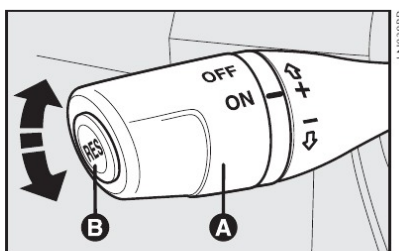

fig. 67
## COMANDOS - fig. 67
O piloto automático é comandado pela alavanca **A**-fig. 67.
- 1) Apertando o pedal do acelerador e em seguida memorizando a nova velocidade atingida (posicionando a alavanca **A**-fig. 67 para cima (+) por pelo menos três segundos);